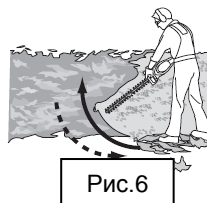

Рис.6
- Сначала следует подстригать вертикальные элементы живой изгороди. Для этого следует выполнять подрезку волновыми движениями снизу вверх и сверху вниз для вовлечения в работу обеих ножевых кромок. Это позволит избежать неаккуратной поверхности (рис.6).